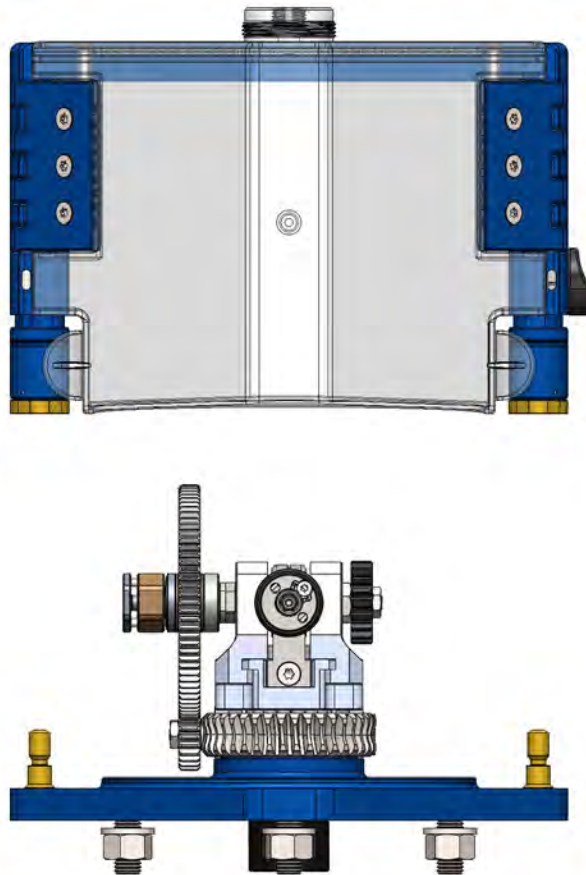

Abbildung 14
2. Halten Sie die Tasten gedrückt und heben Sie das Schutzgehäuse an. (Abbildung 14)